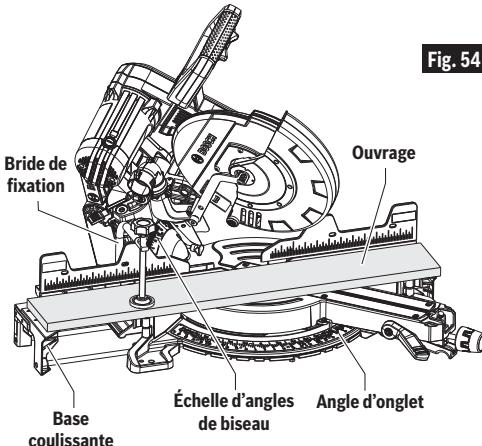

Fig. 54
- Positionnez correctement l'ouvrage et assurez-vous qu'il est assujetti fermement par une bride contre la table et le guide (figure 54).